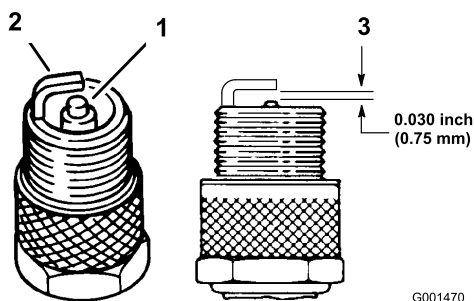

Bild 30
3. Prüfen Sie den Zustand der Seitenelektrode, der zentralen Elektrode und der Isolierung um die zentrale Elektrode, um sicherzustellen, dass nirgendwo Defekte aufgetreten sind (Bild 30).
4. Stellen Sie den Abstand zwischen der Mittel- und der Masseelektrode auf 0,762 mm ein (Bild 30). Setzen Sie eine Zündkerze mit dem richtigen Elektrodenabstand ein und ziehen sie auf 20 Nm fest.